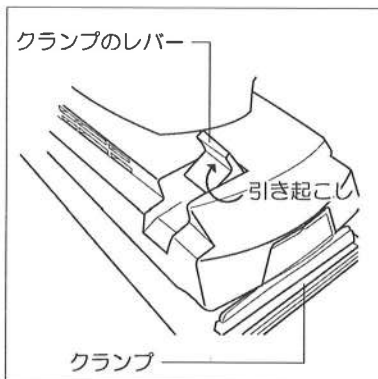

図2
① クランプレバー片方を完全に引き起こしてください。(図2参照)